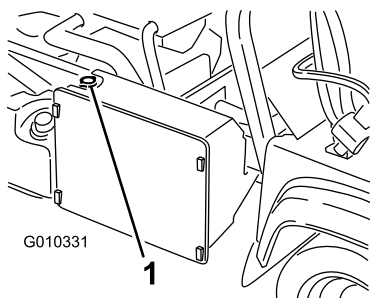

Figura 54
3. Retire el tapón del radiador (Figura 54).
7. Rellene el radiador y coloque el tapón (Figura 54).